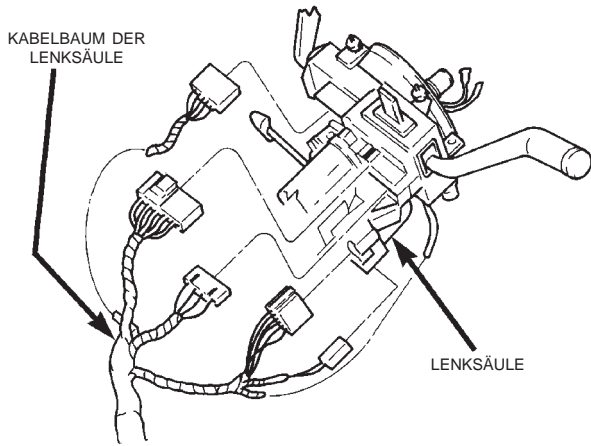

Abb. 5 Kabelbaum der Lenksäule
(10) Kabelbaum von der Lenksäule abklemmen und ausbauen (Abb. 5).